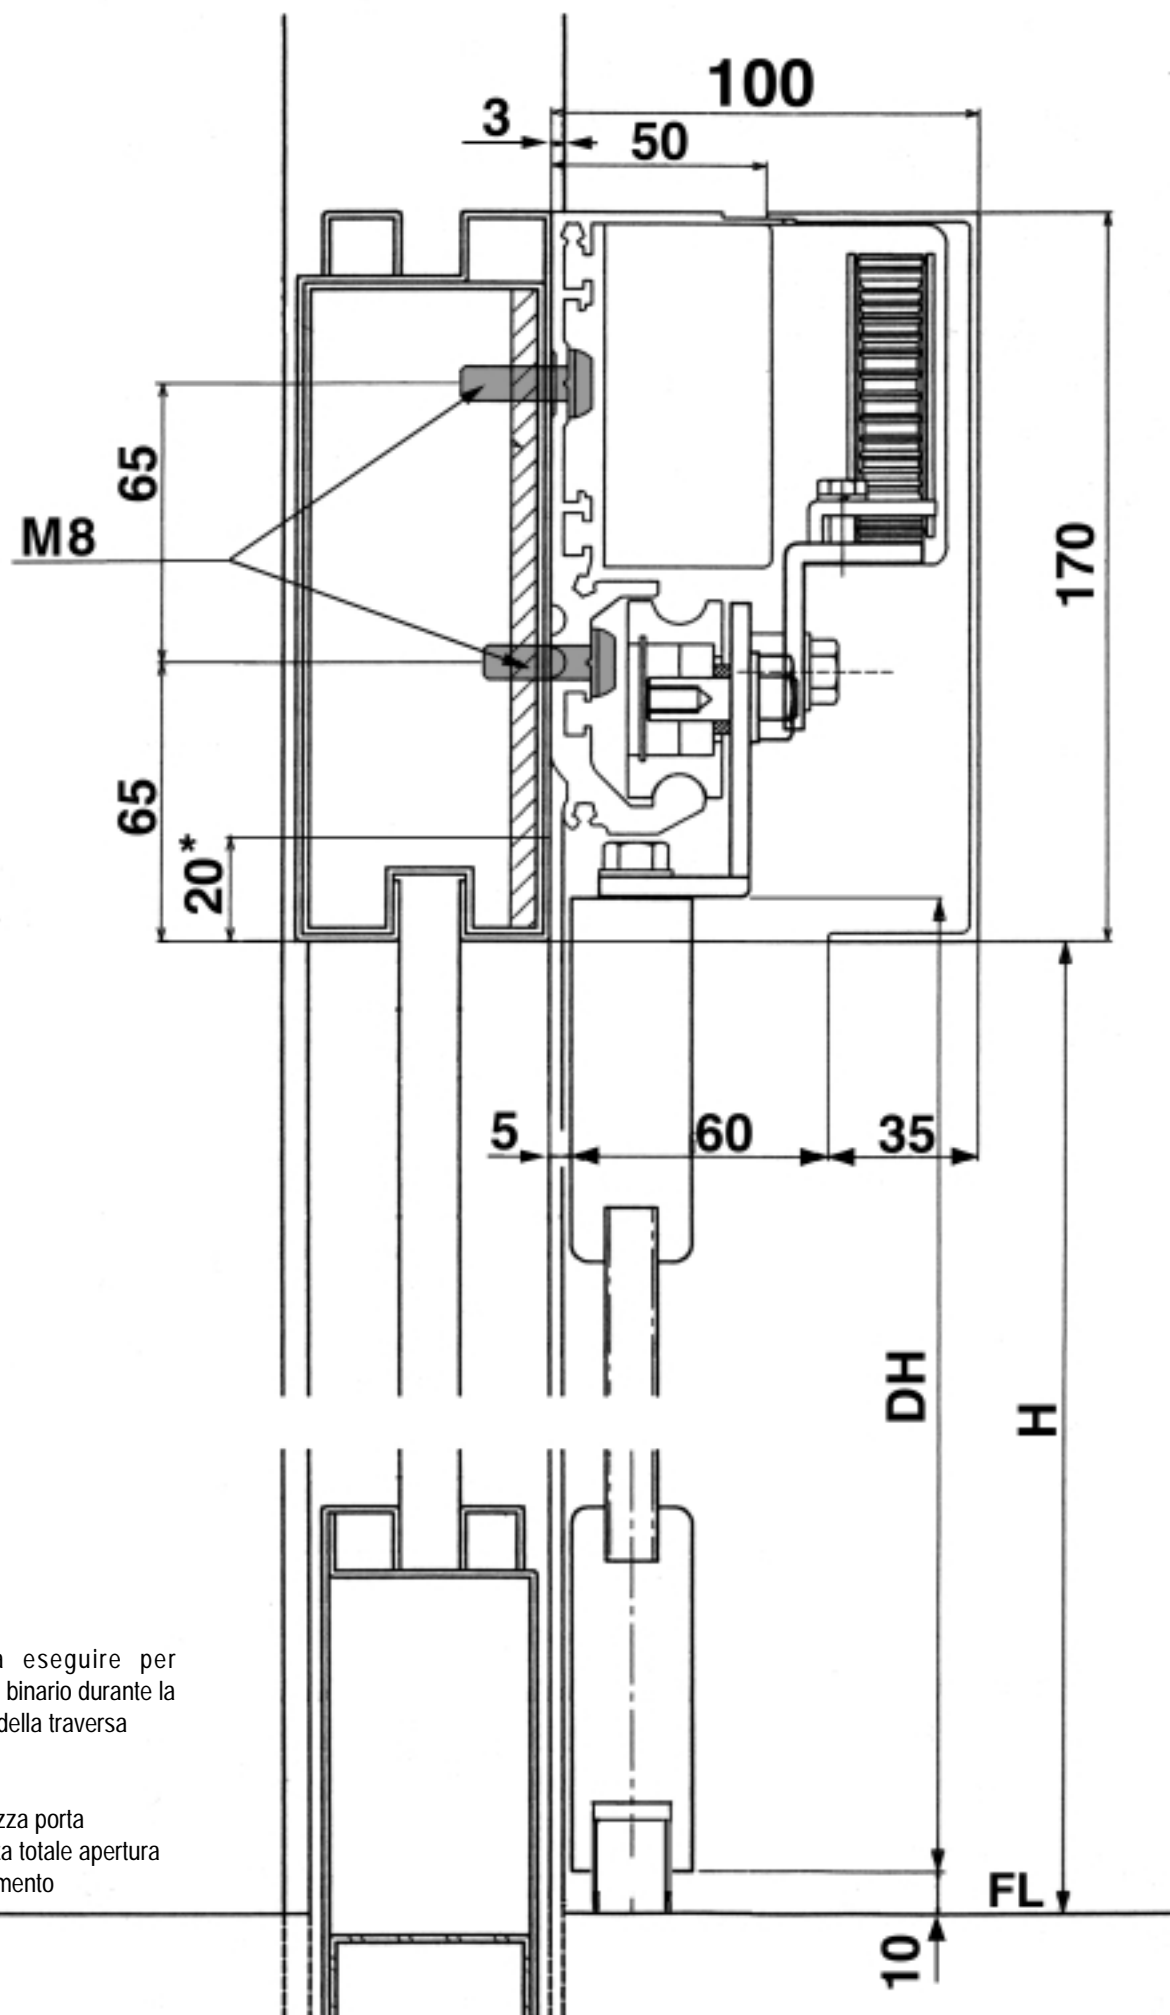
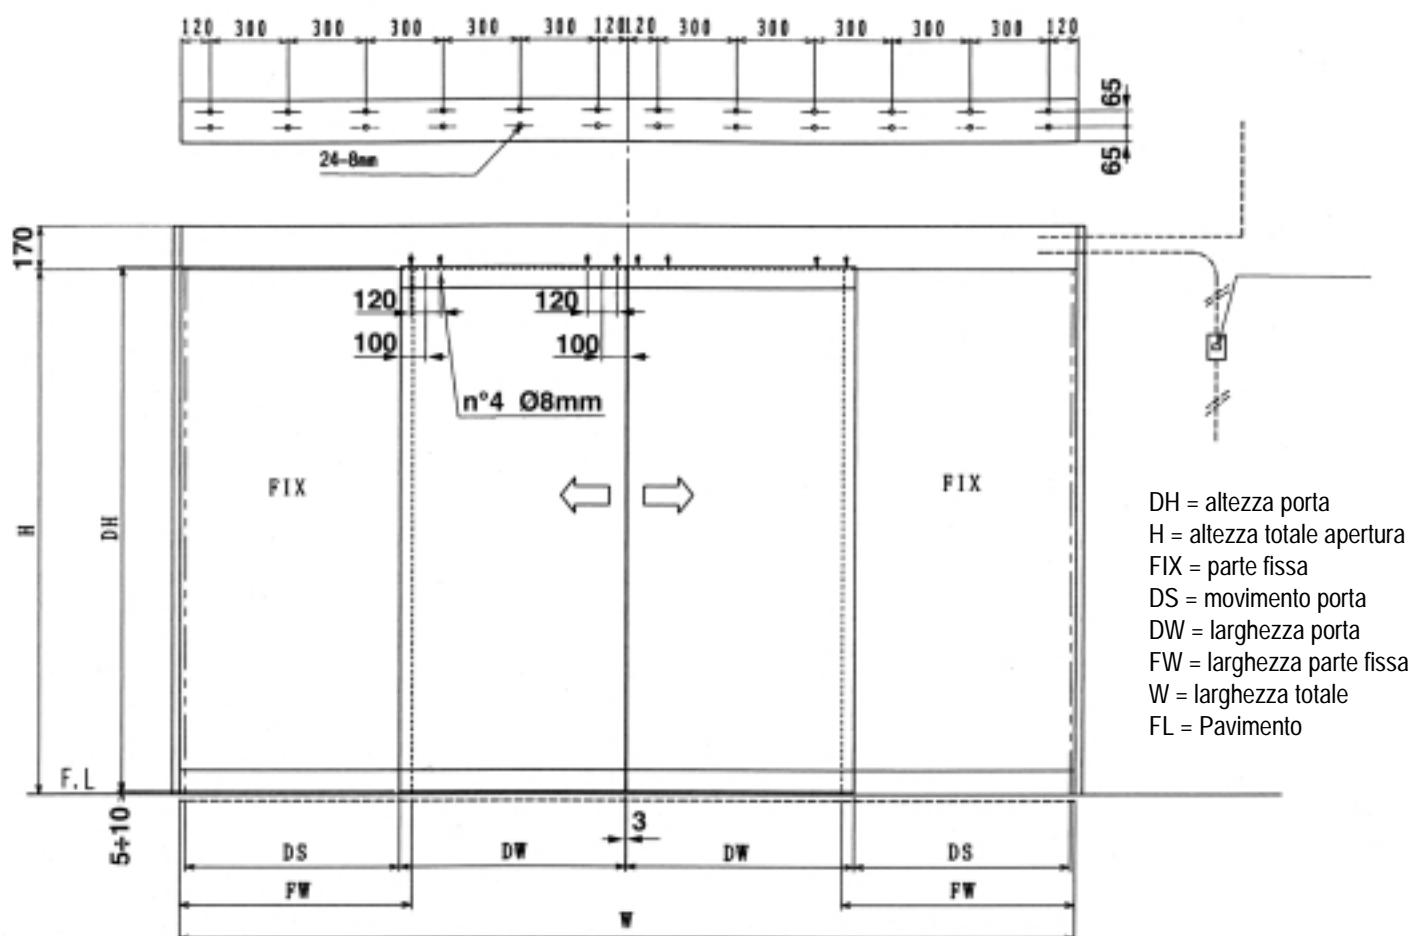

Fig.3
Fig.4
- 4 - Eseguite con un trapano elettrico dei fori $\varnothing 7,5\text{mm}$ (se usate viti da 8mm) nei punti indicati dalla Fig.3. I fori devono essere eseguiti a una distanza non superiore ai 30cm gli uni dagli altri, come indicato in Fig.4. Rimuovete con attenzione le scorie in modo che non vadano a contatto con le apparecchiature elettriche che verranno poi rimontate sul binario (Più la porta è pesante e più viti di fissaggio sono necessarie). Utilizzare viti di fissaggio la cui testa non sia di intralcio allo scorrimento delle ruote sul binario e al posizionamento dei componenti.